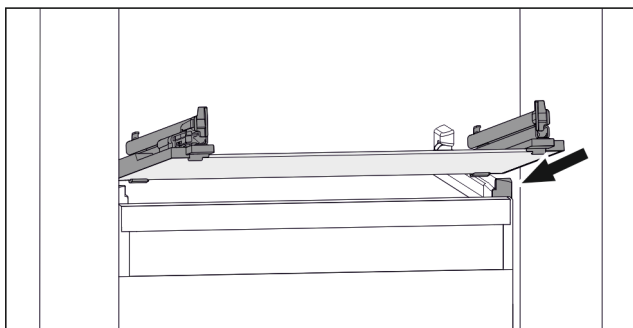

Fig. 95 Příklad znázornění skleněné desky
- ▶ Nasadte skleněnou desku šikmo za zarážky. (viz Fig. 95)